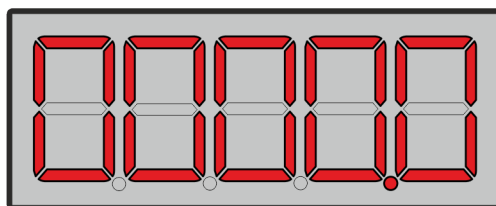

Рисунок 2 – Светодиодный индикатор в режиме работы
- светодиодный индикатор (рисунок 2);